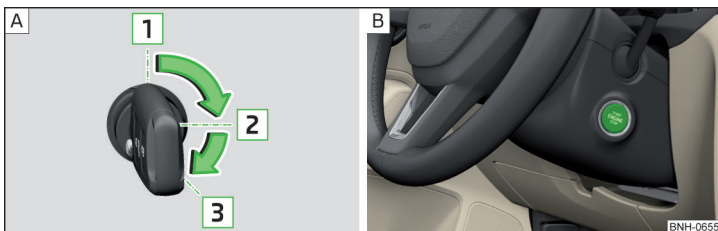

Fig. 104 Pozițiile cheii autovehiculului în butucul de contact / butonul de pornire
Pozițiile cheii autovehiculului în butucul de contact » fig. 104 - **A**
➤ Apăsăți butonul » fig. 104 - **B**, contactul se cuplează/decuplează.
➤ La autovehiculele cu **butuc de contact**, rotiți cheia în poziția **3** » fig. 104 la pagina 87 - **A**, are loc procedura de pornire. Apoi eliberați cheia, motorul pornește automat.
➤ La autovehiculele cu **buton de pornire**, apăsați scurt butonul » fig. 104 la pagina 87 - **B**, motorul pornește automat.
- La autovehiculele cu **butuc de contact**, rotiți cheia în poziția **1** » fig. 104 la pagina 87 - **A**.
- La autovehiculele cu **buton de pornire**, apăsați butonul » fig. 104 la pagina 87 - **B**, motorul este oprit simultan cu decuplarea contactului.
► Mențineți apăsat butonul » fig. 104 la pagina 87 -  sau apăsați-l de două ori în interval de 1 secundă.